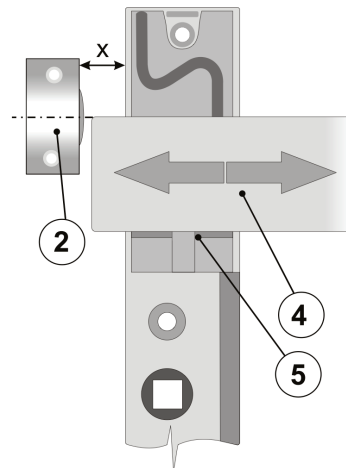

Abbildung 2: 2 – Dauermagnet / magnetischer Kontakt; 4 – Gehäusedeckel; 5 – Strich für die einfache Platzierung des Dauermagneten
2. Setzen Sie die Griffwelle durch das Quadratloch (8) der Verriegelung ein und befestigen Sie sie mit den Befestigungslöchern (3) am Rahmen. Geeignete Adapter der Größe 7/8 für ein Quadratloch (für den Fall, dass die quadratischen Abmessungen der Griffwelle kleiner sind), werden mitgeliefert.
3. Wenn der Magnetkontakt benutzt werden soll, montieren Sie ihn (Dauermagnet) auf dem statischen Teil gemäß Abbildung 2. Der Gehäusedeckel (4) kann als Unterstützung benutzt werden, indem Sie den Dauermagneten in Übereinstimmung mit der Strich (5) an der oberen Kante der Abdeckung anbringen.
- b. Wenn beide Batterien eingesetzt sind, blinkt die grüne LED (6) kurz. Danach leuchtet die gelbe LED (9) auf. Nach Beendigung des Anmeldevorgangs geht die gelbe LED aus.